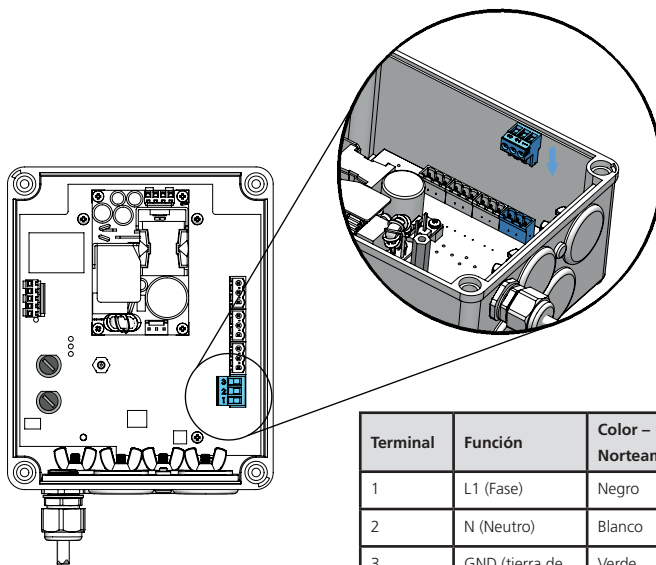

Figura 6: Conector de alimentación
4. Conectar la alimentación de CA al conector etiquetado J1 (véase la Figura 6 para conocer la ubicación del conector de alimentación). Los hilos de tierra de protección y de alimentación de CA deben ser de 12 a 18 AWG. También es necesario un interruptor de desconexión o disyuntor local que cumpla con el código eléctrico local, instalado en la entrada de alimentación de CA y cerca del PCM.
5. Conectar las salidas de relé a los conectores etiquetados J2, J3 y J4. Tenga en cuenta que se proporcionan contactos normalmente abiertos (NO) y normalmente cerrados (NC). Véase la Figura 6 para obtener información sobre el cableado.